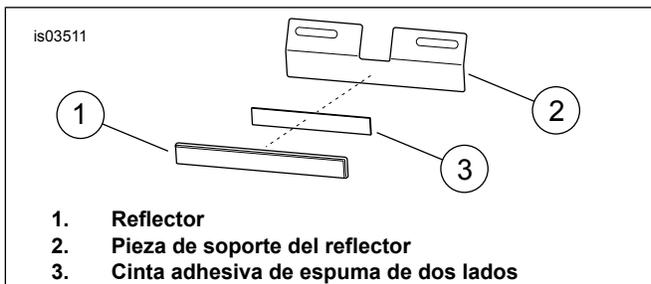

Figura 6. Sujeción del reflector a la pieza de soporte del reflector
3. Vea la Figura 6. Sujete el reflector (1) a la pieza de soporte del reflector (2) usando cinta adhesiva de espuma de dos lados (3). Centre el reflector en el espacio proporcionado en la pieza de soporte del reflector.